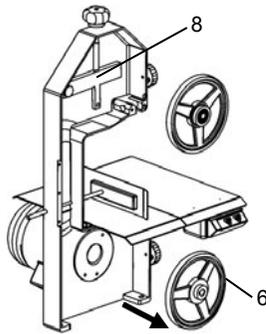

Рис. 7.7.5
- Ослабьте винт 5, повернув его против часовой стрелки, возьмите двумя руками шкив «6» и потяните его к себе, как показано на рис. 7.7.5, очистите его, используя губку, смоченную в нейтральном моющем средстве pH 7.